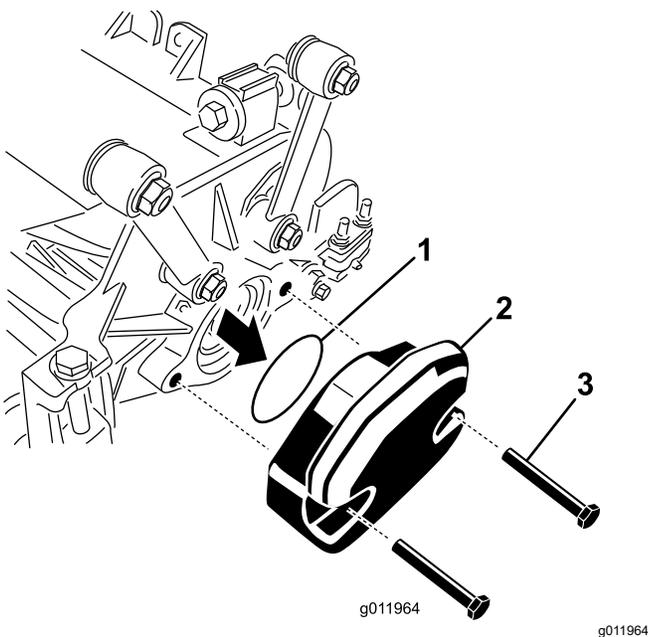

Рисунок 24
- Снимите груз и уплотнительное кольцо (Рисунок 24) с внутреннего конца правого режущего блока.